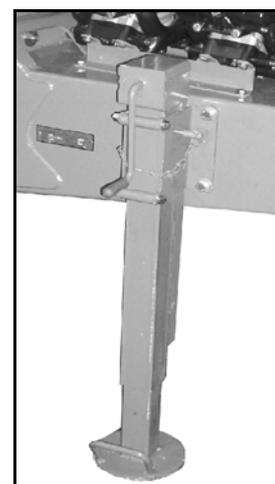

Fig. 51
- Le marquage rouge (Fig. 51/1) sur l'écran de contrôle est visible lorsque la machine repose sur la béquille hydraulique.